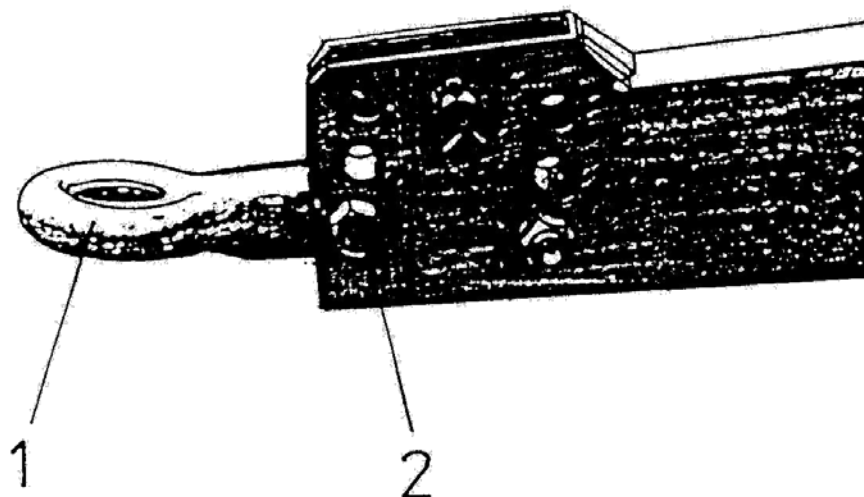

Abb. 15. Befestigung des Deichselauges
Mit Hilfe des Schraubmechanismus des Stützbeins bringe den Rahmen der Vollerntemaschine in die horizontale Lage, löse die Muttern (2 Abb. 15) und verstelle entsprechend das Deichselauge (1). Ziehe die Muttern (2) stark an.